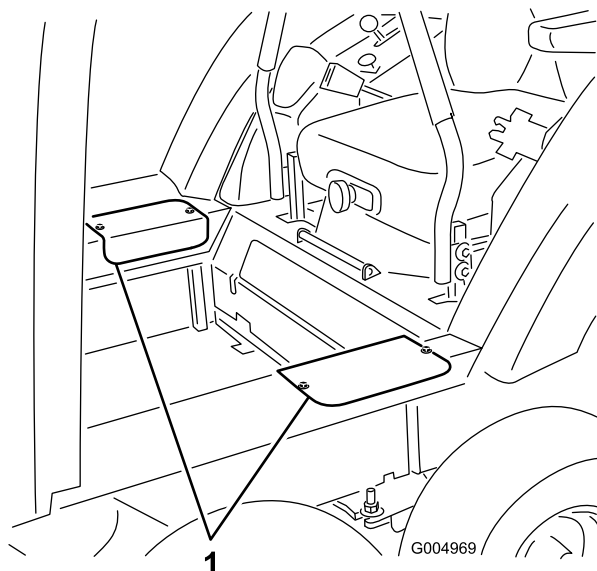

Figura 122
52. Montate i portelli di accesso laterali con le viti precedentemente rimosse (Figura 122).